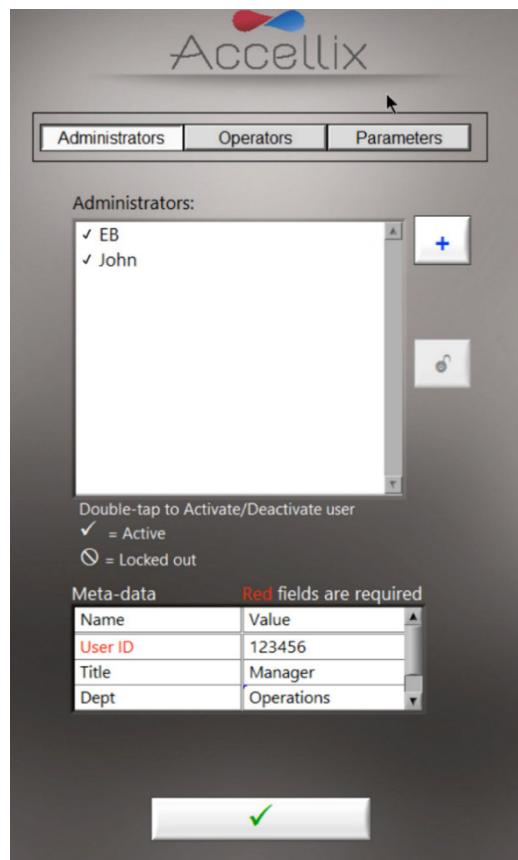

Abbildung 10: Bildschirm „Personnel“ (Personal) mit Beispielhaften Administrator-Benutzern und Metadaten
1. Tippen Sie auf das Symbol **Personnel** (Personal) . Der Bildschirm **Personnel** (Personal) (Abbildung 10) wird angezeigt:
Hinzufügen 	Benutzer hinzufügen (Abbildung 10)